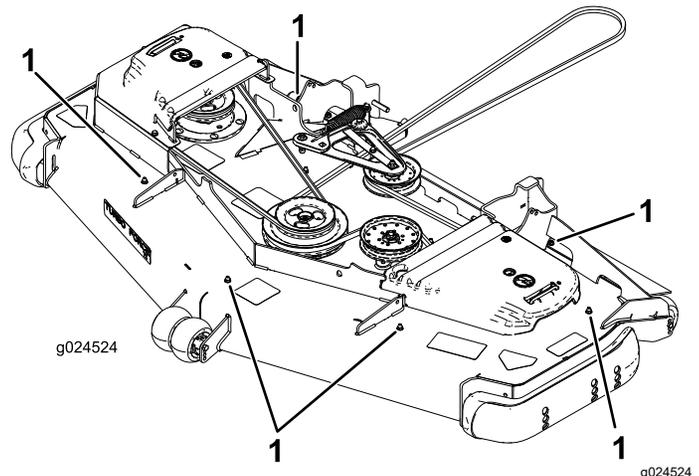

Figura 1
7. Retire os seis parafusos de cabeça sextavada (5/16 pol. x 3/4 pol.) e seis porcas flangeadas (5/16 pol.) tapando os furos de montagem expostos na plataforma (**Figura 1**).
6. Instale o abafador tirante correto em cada câmara utilizando um parafuso de carroçaria ($\frac{3}{8}$ pol. x $\frac{7}{8}$ pol.) e uma porca flangeada ($\frac{3}{8}$ pol.), como se mostra na **Figura 1**.